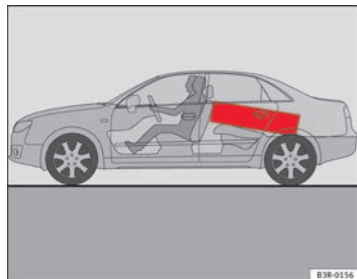

Fig. 115 Placez les objets lourds le plus à l'avant possible.
- Placez les objets lourds le plus à l'avant possible dans l'habitacle ⇒ **fig. 115**.